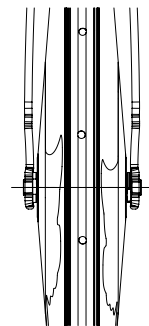

図12
- ・ ホイールをフォークにセットし、フォークの穴とホイール軸の穴を揃えます (図12)。